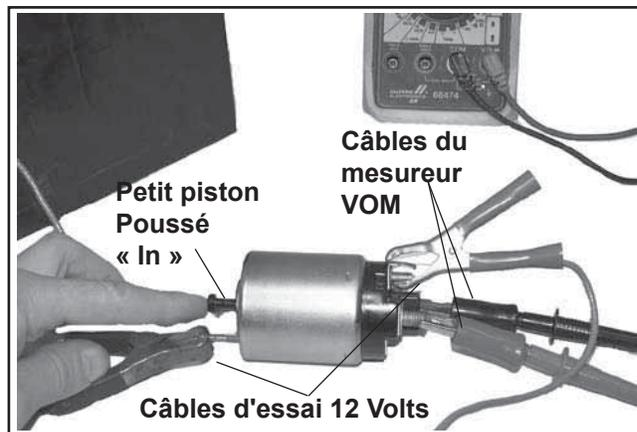

Figure 8-77. Essai de continuité du contact solénoïde/bobine de maintien.
Utiliser un ohmmètre réglé sur l'échelle Rx2K ou audible et connecter les deux câbles de l'ohmmètre sur les deux grandes bornes. Effectuer l'essai précédent (3) et vérifier la présence de continuité. Voir la Figure 8-77. L'ohmmètre devrait indiquer de la continuité, s'il n'y a aucune continuité il faudrait remplacer le solénoïde. Répéter l'essai plusieurs fois pour confirmer l'état.